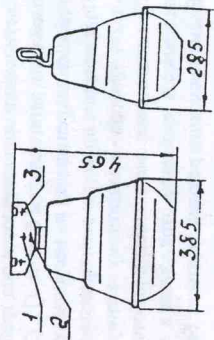

Рис.1
- 1.1. Светильники подвесные РСУ17-250-001 (рис.1) с разрядными лампами высокого давления предназначены для освещения улиц, дорог, площадей.